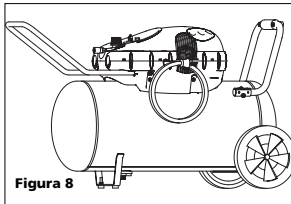

Figura 8
- Monte el tubo en el tanque como se indica en la figura 8. Ajuste el tubo con pernos de seguridad de 7,9 mm (5/16"). Ajuste firmemente con tuercas de seguridad de 7,9 mm (5/16").
2. Coloque la unidad en posición horizontal como indicado en la Figura 8. Apague el compresor y libere toda la presión, después: Abra la llave de drenaje, ubicada debajo del tanque, para drenar toda la humedad.